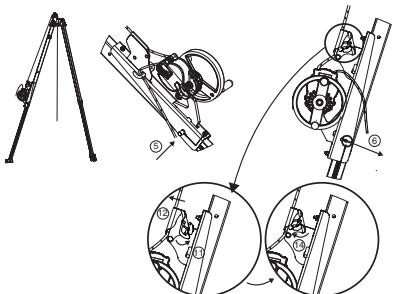

Fig. 9
**VIGTIGT:** Vær opmærksom på monteringsretningen: faldets blokeringsanordningen skal være vendt opad på tracpodetrefoden (Fig.9).
5. Installer fortøjningsbolten på konsollen til Derope™ UP R apparatet. Denne fortøjningsbolt har to funktioner: fastlåsning af benet på tracpodetrefoden og fortøjning af konsollen til Derope™ UP R apparatet på dette ben (Fig.9, 5).
6. Fastlås fortøjningsbolten med stiften med låsering (Fig.9, 6).
11. Åbn konsollens faldbremse (Fig.9, 11).
12. Før faldet, der kommer ud af Derope™ apparatet ind i konsollens faldbremse (Fig.9, 12).
14. Luk faldbremsen (Fig.9, 14).